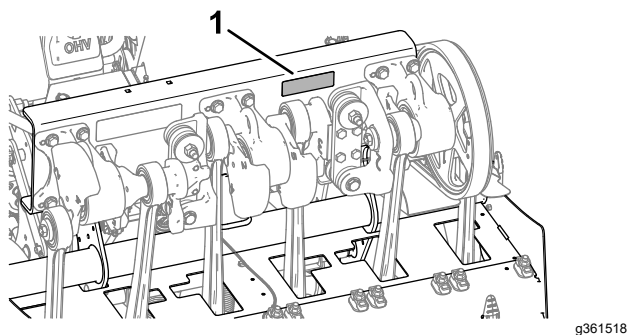

Figura 171
3. Verifique as fixações da cabeça de perfuração, as fixações do manípulo do escarificador e as porcas de roda para assegurar um aperto adequado. Os requisitos de aperto dos fixadores estão listados no autocolante de aperto de parafusos localizado no canal de apoio da cabeça de perfuração (Figura 171).